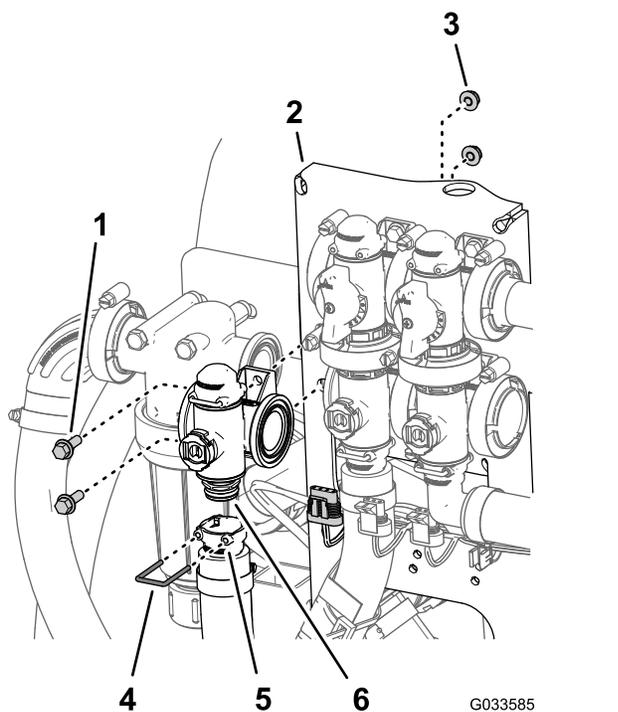

Figure 114
2. Retirez l'étrier qui fixe le raccord de sortie au raccord du collecteur du régulateur de débit (Figure 114).
- Retirez les 2 boulons à embase ($\frac{1}{4}$ " x $\frac{3}{4}$ ") et les 2 contre-écrous à embase ($\frac{1}{4}$ ") qui fixent le régulateur de débit au support, puis déposez le collecteur de la machine (Figure 114).